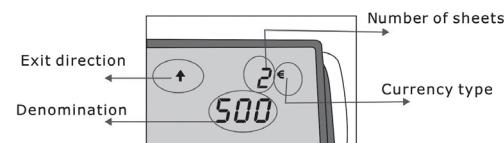

Fig.3
- Pour visualiser le rapport des détections effectuées, appuyez sur la touche directionnelle et de rapport de détection. Appuyez sur la même touche afin de visualiser chaque détection réalisée (fig. 3).